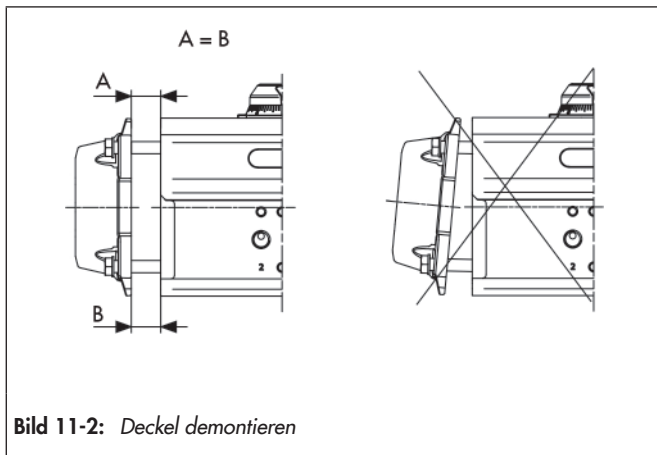

Bild 11-2: Deckel demontieren
- ⇒ Bei Demontage des Deckels, konstanten Abstand ( $A = B$ ) zwischen dem Gehäuse des Antriebs und der Deckelschnittstelle einhalten, vgl. Bild 11-2.